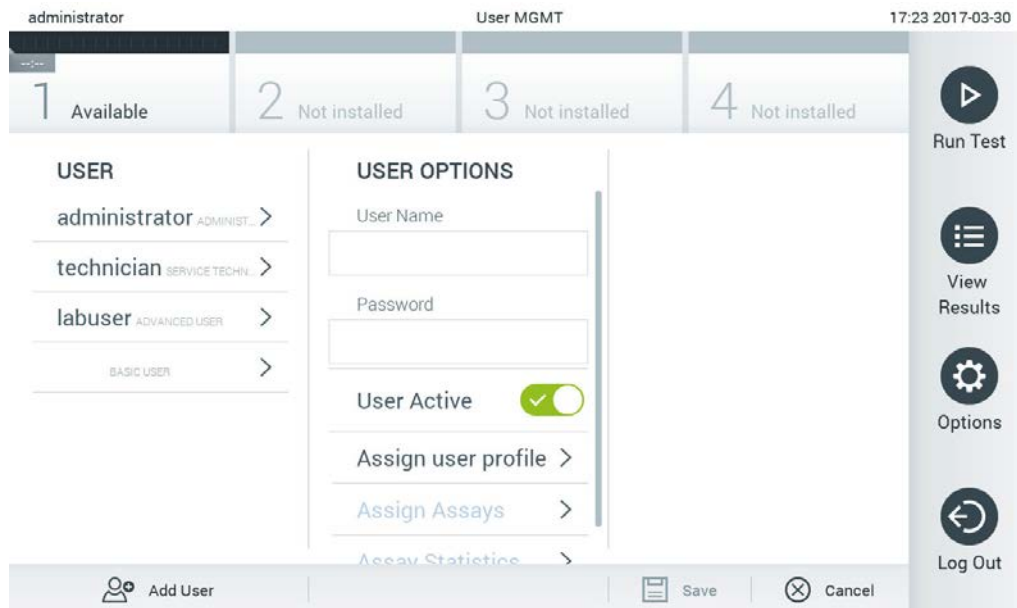

Figura 57. Adăugarea unui utilizator nou.
1. Apăsați butonul **Options** (Opțiuni), apoi butonul **User Management** (Gestionarea utilizatorilor) pentru configurarea utilizatorilor. Ecranul **User Management** (Gestionarea utilizatorilor) apare în zona de conținut a afișajului (Figura 57).